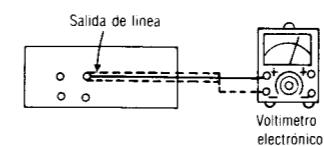

Fig. 4
- La conexión del equipo de prueba se muestra en la Fig. 4.